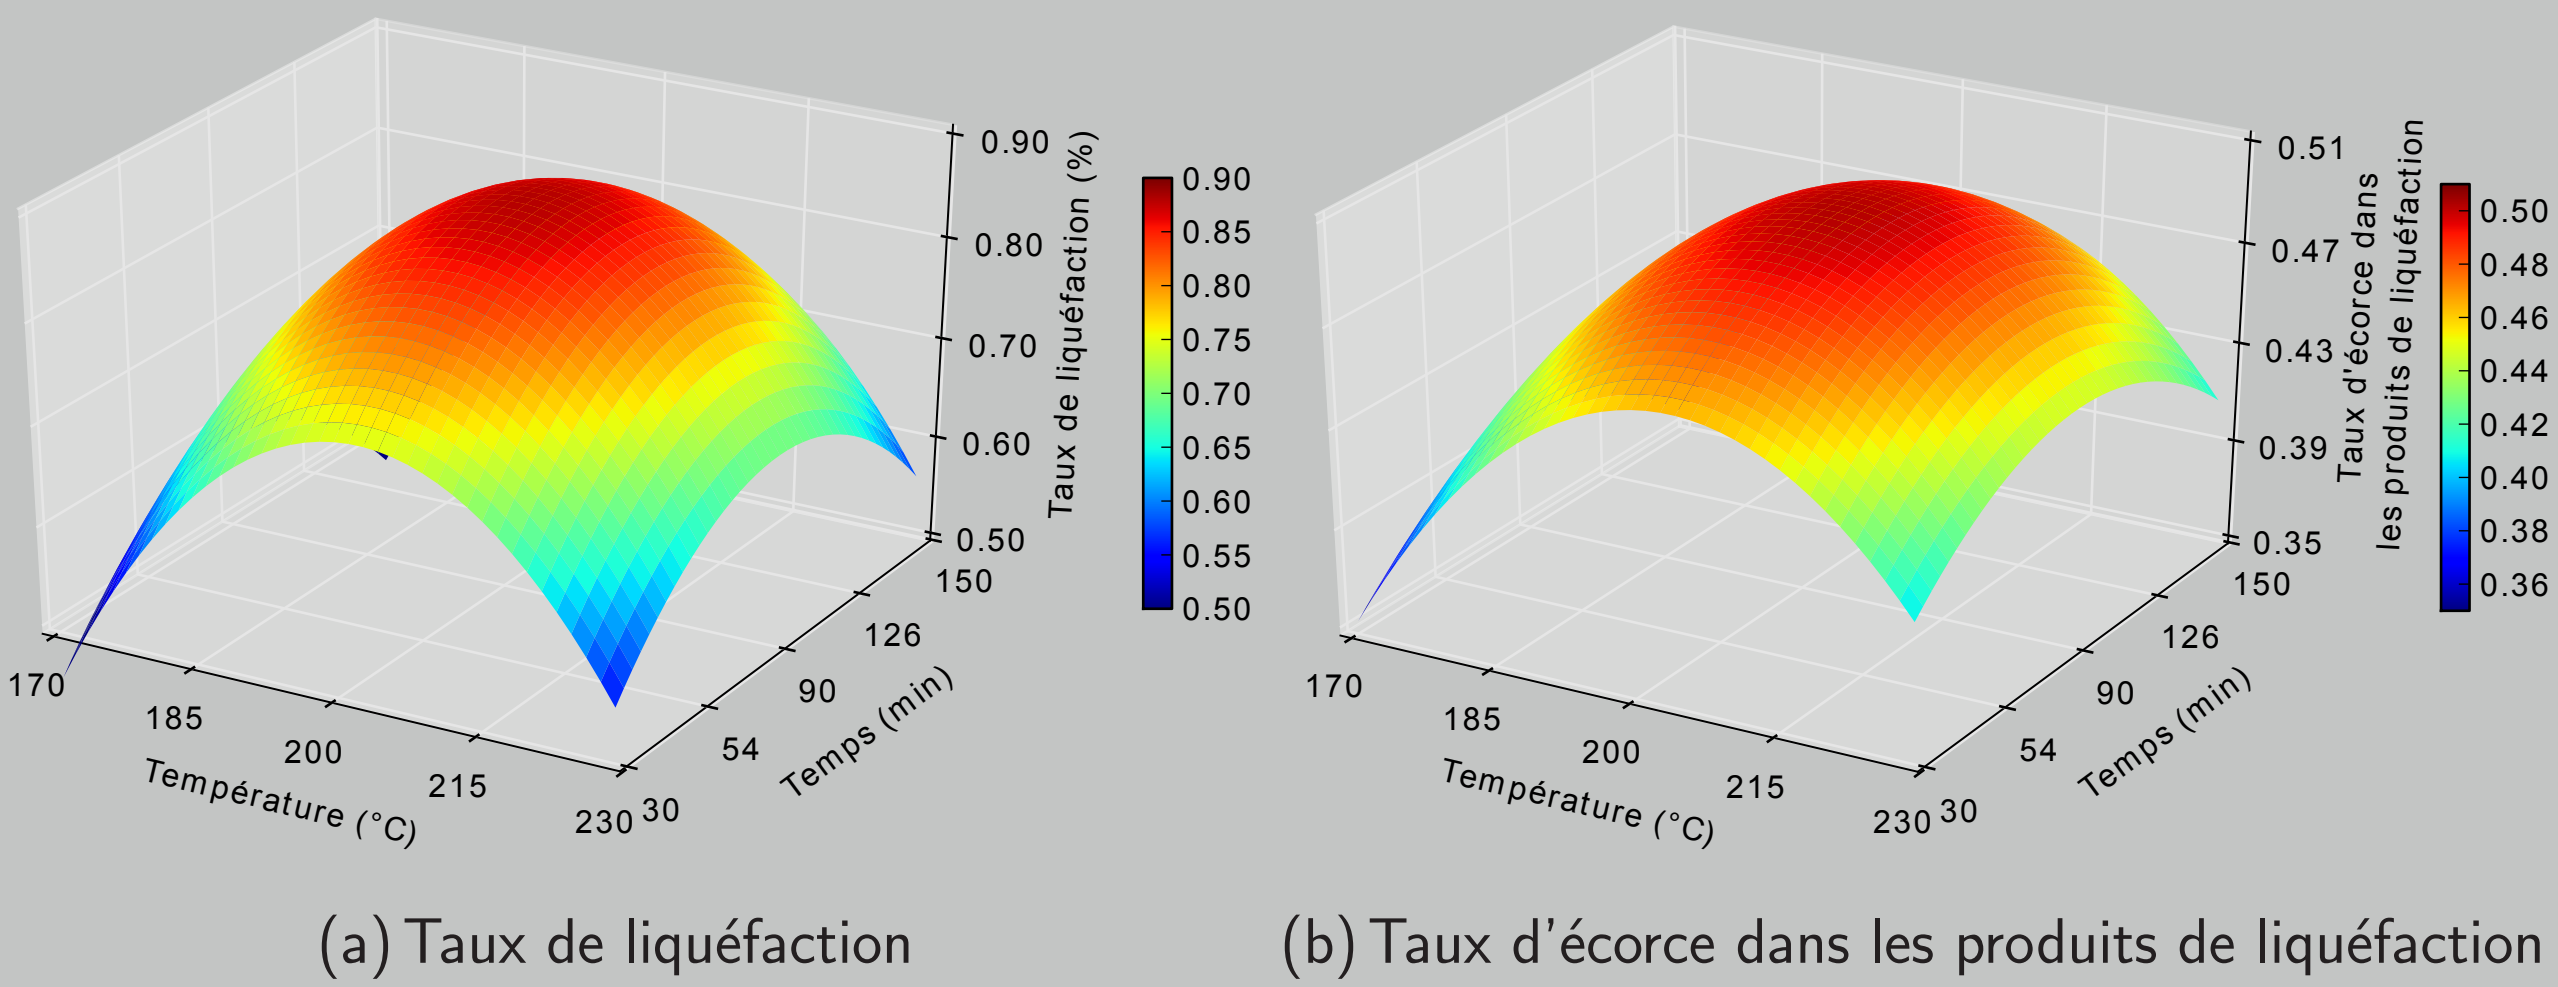

FIGURE 3 : Surfaces de réponse de la liquéfaction des écorces d'épicéa
- Optimisation de l'hydrolyse acide des hémicelluloses sous reflux par la méthode des surfaces de réponses (figure 3).
- Optimisation de la liquéfaction dans le système solvant phénol/éthanol/eau sous pression par la méthode des surfaces de réponses pour obtenir des produits de liquéfaction riche en écorce liquéfiée (figure 3).